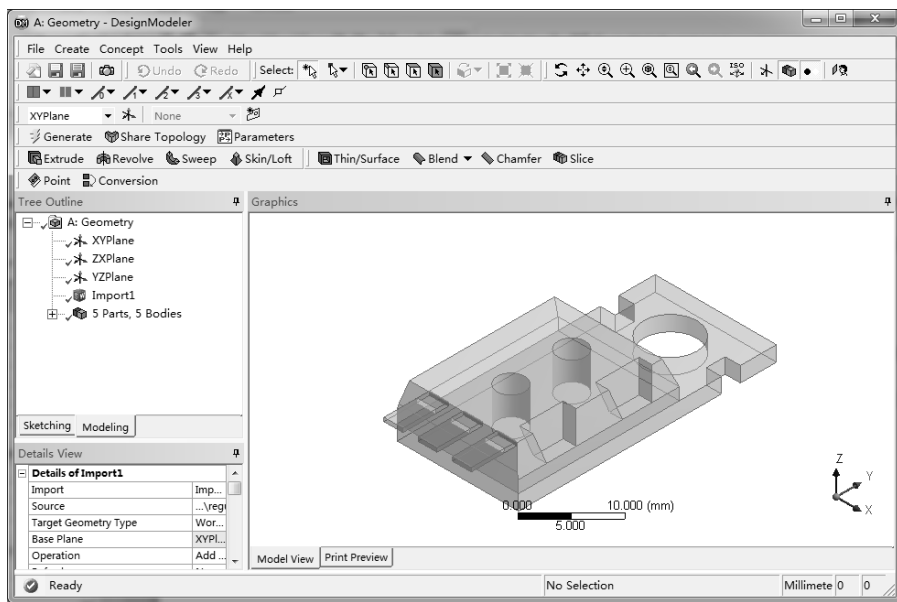

图 11-25 生成几何图形后的 DesignModeler 界面
4) 进入 DM 后, 设计树中【Import1】节点前面显示⚡, 表示需要生成, 图形窗口没有图形显示。单击⚡Generate 按钮, 生成几何体, 即可在窗口右侧显示出几何图形, 如图 11-25 所示。